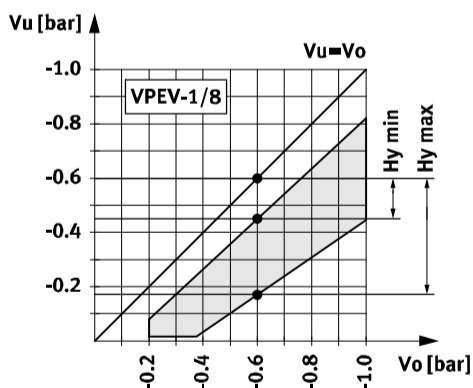
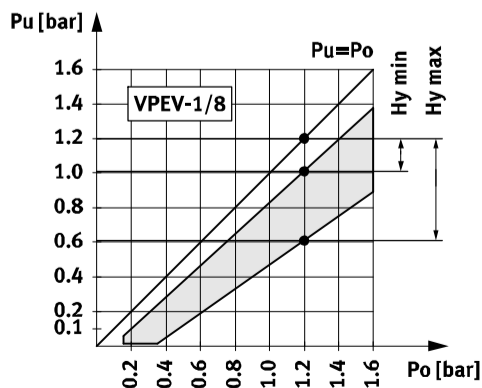

Рис. 4 Диапазон настройки при использовании в качестве реле вакуума
Рис. 5 Диапазон настройки при использовании в качестве реле давления
Переставив запорный винт [4] в пневматическом канале, можно эксплуатировать VPEV как реле давления → рис. 5. В таком случае в последующем тексте “вакуум” следует заменить словом “давление”.
Характеристика переключения реле вакуума → рис. 4
4.2 Настройка гистерезиса → рис. 4 / рис. 5
7. Создайте на реле VPEV верхний переключающий вакуум V_o (нижний переключающий вакуум V_u плюс необходимый гистерезис H_u → рис. 4 / рис. 5). Индикатор остается неизменным.